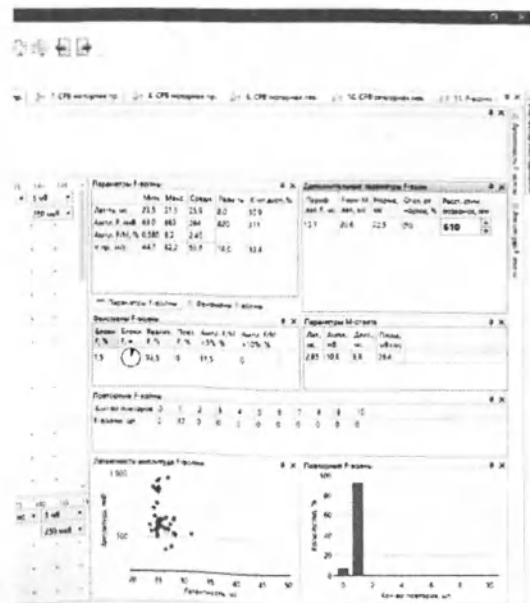

Рис. 143. Ввод расстояния для оценки скорости проведения по F-волне
5. При необходимости можно ввести расстояние от точки стимуляции до уровня мотонейронов (7-й шейный позвонок для руки, 12-й грудной позвонок для ноги) для оценки скорости проведения по F-волне (рис. 143).